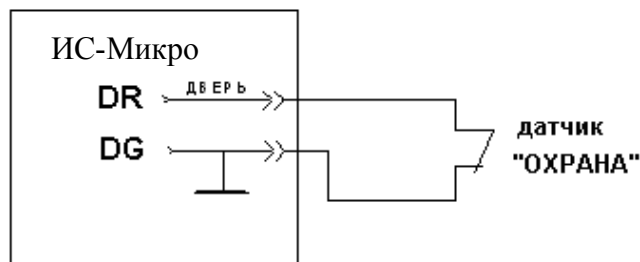

Рисунок 2 - Подключение датчика двери
1.4 Для организации охраны объекта кроме ИС-Микро должен использоваться датчик «ОХРАНА». В роли датчика «ОХРАНА» может использоваться как минимум, один нормально-замкнутый датчик ОПС, устанавливаемый, например, на входной двери (см. рис.2).